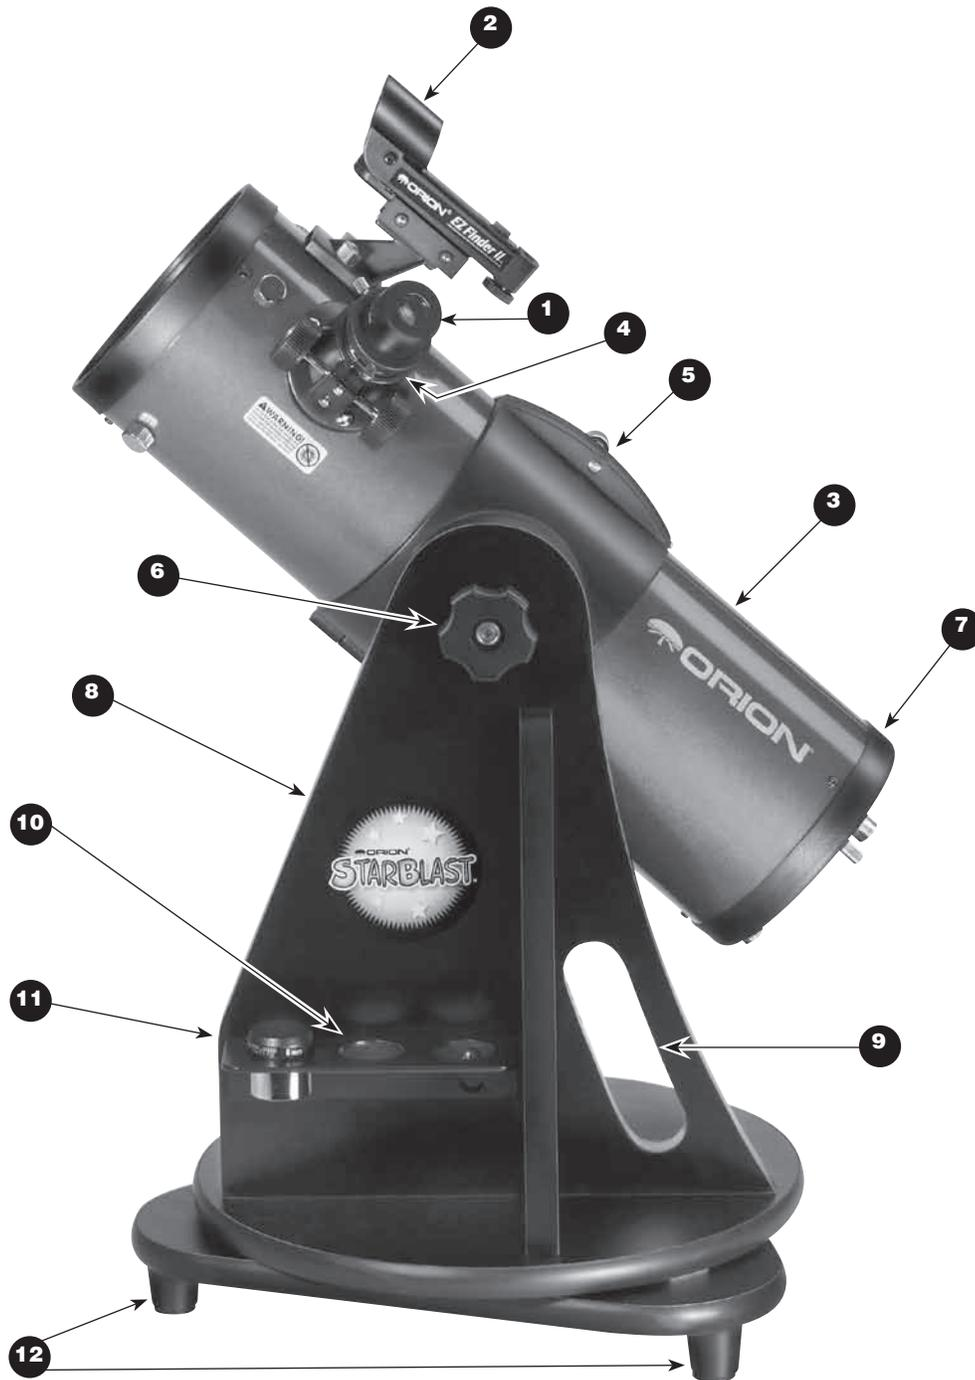
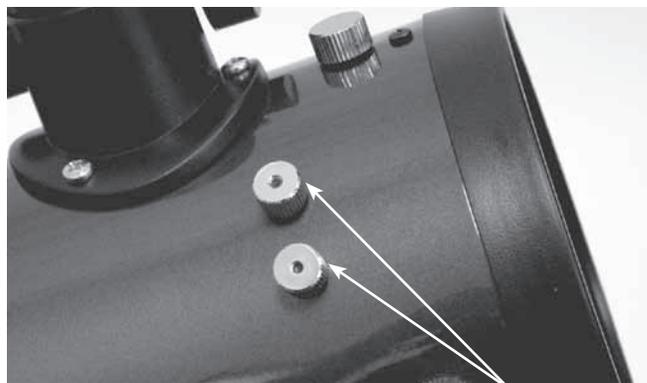

Figura 1. Telescopio StarBlast.
Figura 3: dadi zigrinati di fissaggio del mirino EZ Finder II.
Rimuovere dal tubo ottico i due dadi zigrinati di metallo (Figura 3). Posizionare la staffa del mirino **EZ Finder II (2)** sul tubo, in modo che i fori della staffa scorrano nei due perni filettati sul tubo. Il mirino EZ Finder II dovrebbe essere orientato come appare in Figura 1. Avvitare i dadi zigrinati sui perni per fissare il mirino EZ Finder II in posizione.
Il telescopio è completamente assemblato e dovrebbe assomigliare a quello in Figura 1. Prima di usare il telescopio, rimuovere il coperchio di protezione antipolvere dalla parte frontale e riposizionarlo al termine della sessione di osservazione.